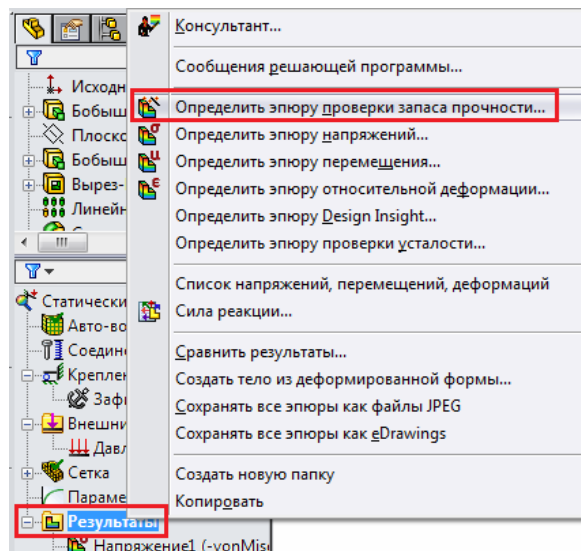

Рисунок 5.23 – Додавання епюри перевірки запасу міцності
10. Епюра розподілу запасу міцності. Для визначення епюри перевірки запасу міцності натисніть ПКМ на **«Результаты»** і виберіть **«Определить эпюру проверки запаса прочности»** (рисунок. 5.23).